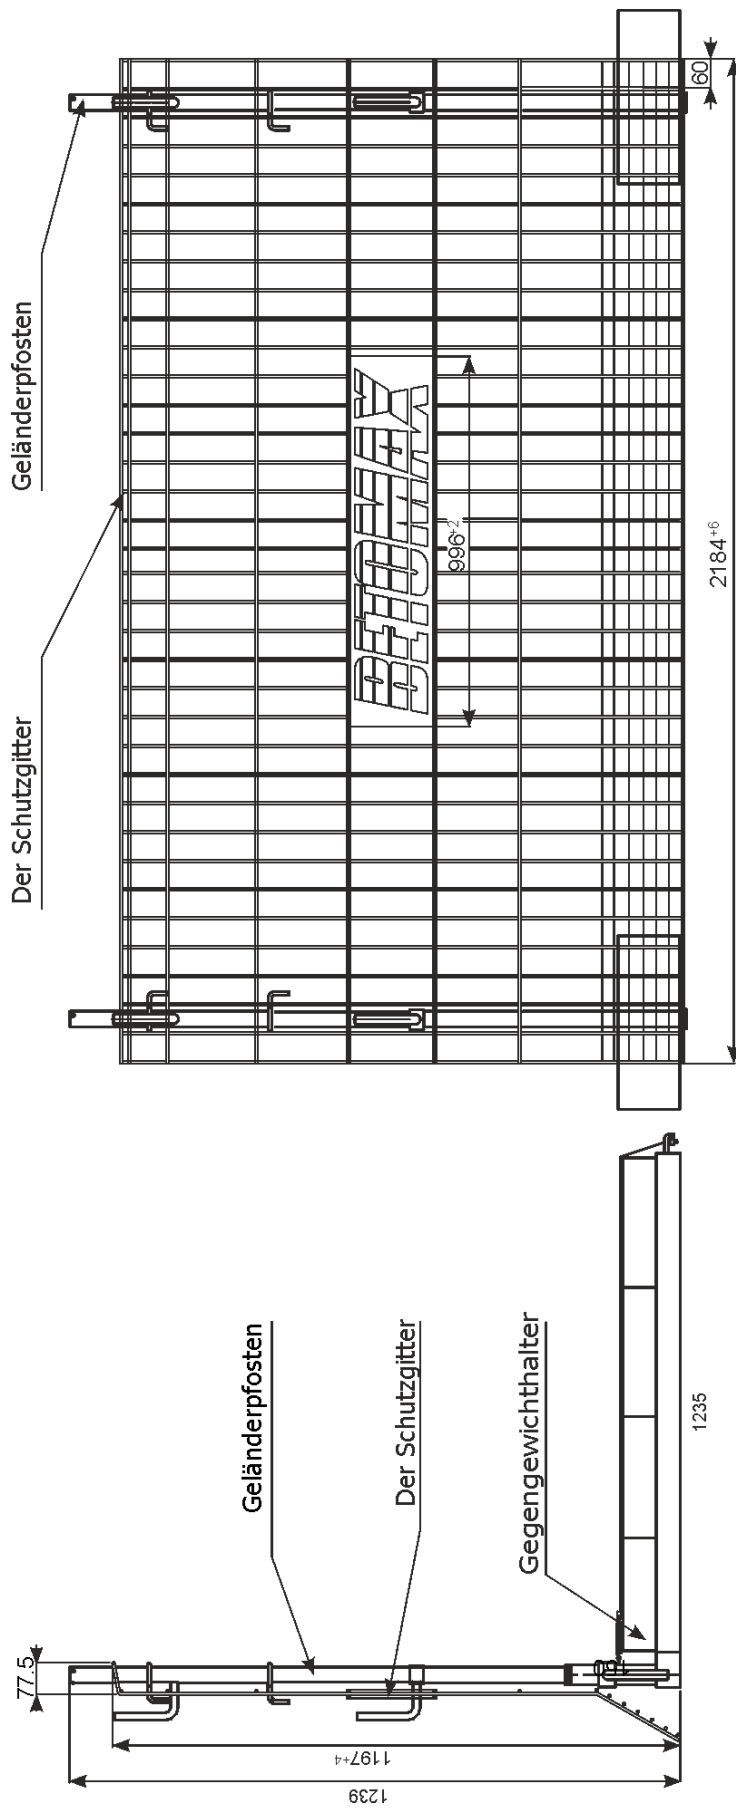

Abb. 67 Montage des Schutzgitters
2.25 Montage des Schutzgitters (Abb. 67)